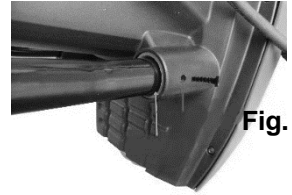

Fig. 4
- Insérez le pied dans le corps du hachoir, puis fixez-le avec les vis fournies (Fig.4).